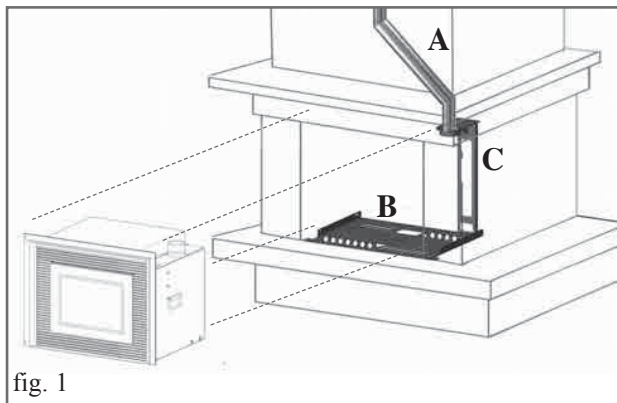

fig. 1
KIT DE FACILITACIÓN PARA LA INSTALACIÓN EN CHIMENEA CON REVESTIMIENTO EXISTENTE (constituido por placa "B" y estribo "C" - fig.1)
- Cubrir el trozo de tubo o de canal de humo con un revestimiento (G) y capas de fibra cerámica o material equivalente, de modo que el espesor pueda obstruir los espacios que resultan entre el nuevo tubo de acero y el ya existente.
- Para mayor seguridad y facilidad de colocación, desmontar el marco externo con la rejilla, eliminando el perno superior de la izquierda (E) y extraerla hacia arriba.
- Posicionar el insertable centrándolo en la placa de apoyo (B) empujándolo hasta el fin de carrera (fig 1).
- aflojar los 2 tornillos (V) del marco interno, a nivel de los orificios
2) Regulación para puerta externa no alineada "horizontalmente" con marco interno (Fig. 1)
- Aflojar los 4 tornillos (S) con tuercas M5 del marco interno y regular el alineamiento de la puerta externa con el mismo marco. Cuando el alineamiento sea correcto apretar las tuercas M5.